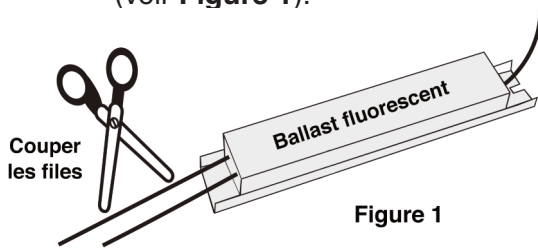

Figure 1
**Étape 6:** Couper les fils de phase et neutre au ballast, aussi que les autres fils au ballast (voir **Figure 1**).